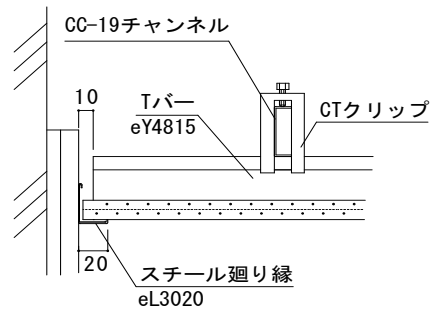

図2-19 壁廻りの納まり (B-B断面)
- ② 壁と平行に流したチャンネルからCTクリップH=0で端部のTバーを全数吊ります。(図2-19参照)